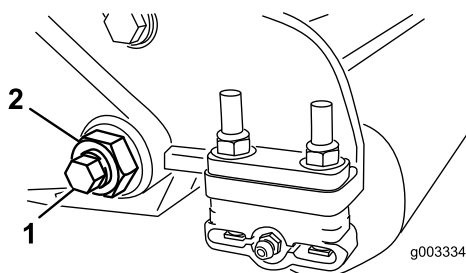

Figure 27
3. De chaque côté de la machine, desserrez le contre-écrou de fixation du boulon de la barre d'appui (Figure 27).
(Figure 27). Mettez de côté les 2 rondelles en nylon et la rondelle en acier estampée situées de chaque côté de la barre d'appui (Figure 28).